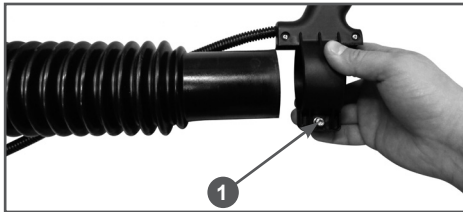

Рис. 4 Установка рукоятки управления
2. Наденьте рукоятку управления на свободный конец гибкой трубы (Рис. 4). При необходимости, ослабьте винт хомута крепления рукоятки управления ключом шестигранным 4 мм из комплекта поставки устройства.